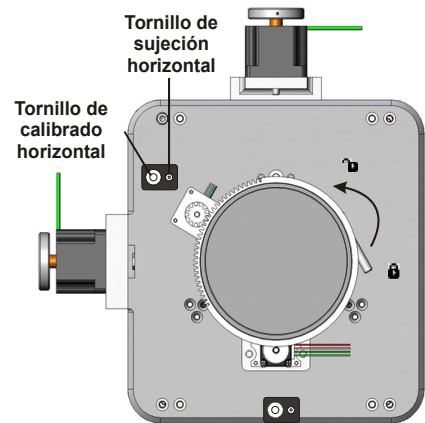
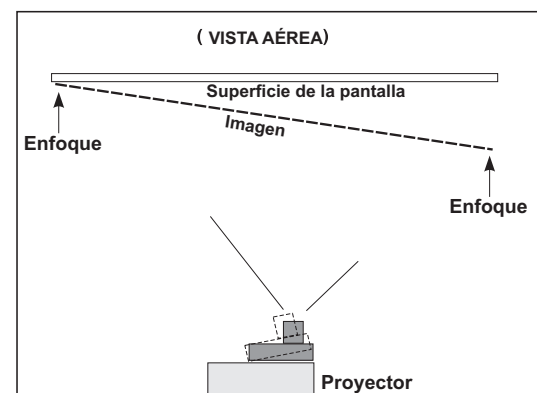

Figura 2-24 Calibrado horizontal
Figura 2-26 Vista aérea que ilustra un calibrado desalineado
1. El tornillo de sujeción horizontal permite la sujeción de la montura de lente en su posición correcta. Antes de ajustar el calibrado, afloje el **tornillo de sujeción horizontal**. Consulte la **Figura 2-24**.
- a. Si el lateral derecho de la imagen se enfoca antes de que la lente se haya retraído completamente, entonces la imagen enfocará por delante de la pantalla. Consulte la **Figura 2-26**. Para solucionar este problema, ajuste el **tornillo de calibrado horizontal** (**Figura 2-24**) para dirigir o apuntar la montura de la lente hacia la **IZQUIERDA** para compensar los bordes izquierdo/derecho.
7. Ajuste el **tornillo de sujeción horizontal** para asegurar los cambios. Vuelva a comprobar el calibrado. Consulte la **Figura 2-24**.